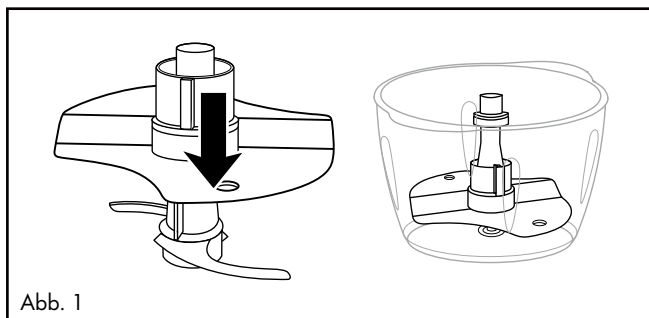

Abb. 1
- Um 200–400 ml Sahne zu schlagen, stecken Sie den Emulgieraufsatz **12** so auf den Messereinsatz **7**, dass der Emulgieraufsatz **12** auf beiden Teilen des Messers **8** aufliegt und einrastet (Abb. 1):